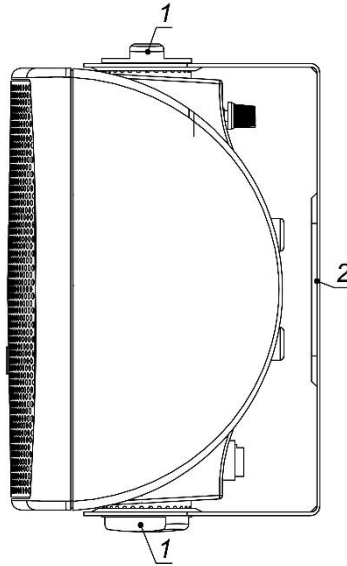

Рисунок 1
7.2 Зняти скобу поз. 2 з гучномовця, від'єднавши кріплення поз.1 (рисунок 1)